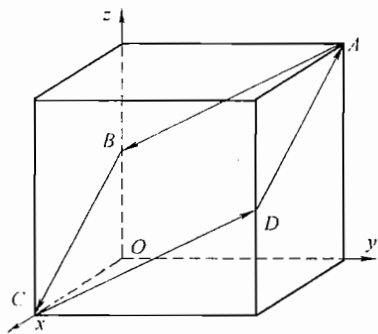

图 27-1 第二题第 1 小题图
1. 写出图 27-1 所示立方晶胞中 $ABCD$ 面的晶面指数, 以及 AB 、 BC 、 CD 、 DA 各晶向的晶向指数。